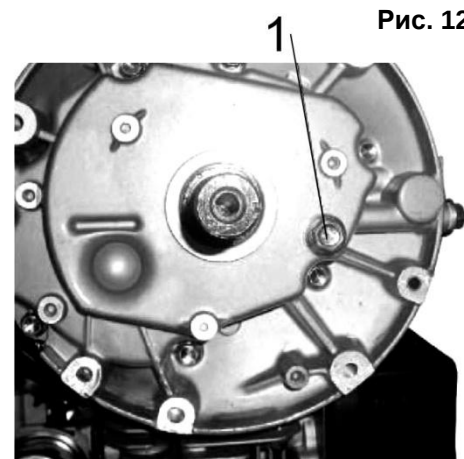

Рис. 12
- Очистите поверхность около сливной пробки (1) (См. Рис.12).
- Отверните сливную пробку (1) (См. Рис.12) и слейте масло.